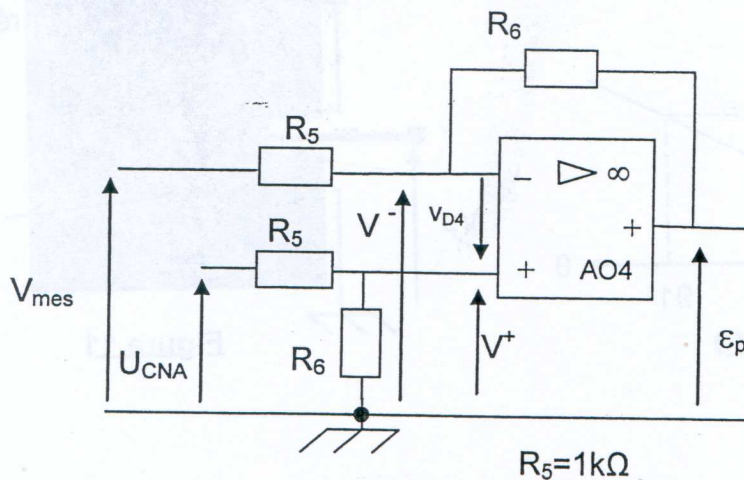

Figure 13
B.4. Amplificateur de différence (figure 13)